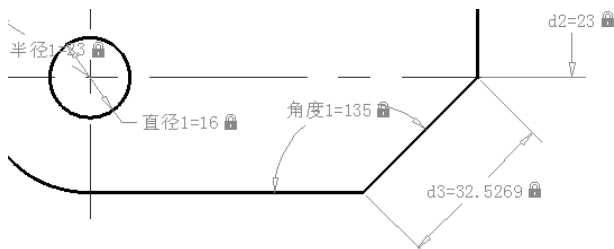

图 11-29 创建角度标注约束
(7) 创建角度标注约束。单击“角度标注约束”按钮，或者在菜单栏中选择“参数” → “标注约束” → “角度” 命令，分别选择两条直线并指定尺寸线位置，接受默认的标注表达式（值）并按〈Enter〉键，从而完成如图 11-29 所示的角度标注约束。